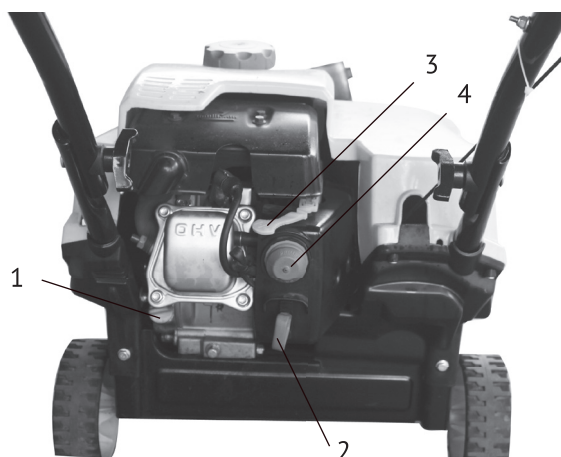

рис. 6
- Выкрутите щуп из маслозаливной горловины (рис. 6 поз.1) и залейте в картер масло
- Вставьте выключатель зажигания (рис.6 поз.2) в положение «ON».
- Переведите рычаг управления воздушной заслонкой (рис.6 поз.3) до упора в крайне правое положение «Закрыто» при пуске холодного двигателя и в промежуточное при пуске прогретого двигателя.
дополнительная подача топлива, для этого нажмите на праймер (рис.6 поз.4) 2-3 раза.
- Резко с интенсивным усилием потяните трос стартера (рис.1 поз.12) до упора, повторите действие ещё раз при необходимости. Если двигатель не запускается, следует изменить положение рычага воздушной заслонки (рис.6 поз.3), открывая её тем больше, чем выше температура двигателя и окружающего воздуха.
- После прогрева двигателя в течение 10-40 секунд, в зависимости от начальной температуры, переведите рычаг воздушной заслонки (рис.6 поз.3) в крайне левое положение «Открыто», если при этом двигатель работает неустойчиво вернуть рычаг воздушной заслонки в прежнее положение и обеспечить завершение прогрева двигателя.
- Потяните на себя и переведите выключатель зажигания (рис.6 поз.2) в положение «OFF».
масло в горловину, удалив пробку - щуп (рис.6 поз.1) до нижнего края заливного отверстия. Проверьте уровень масла.